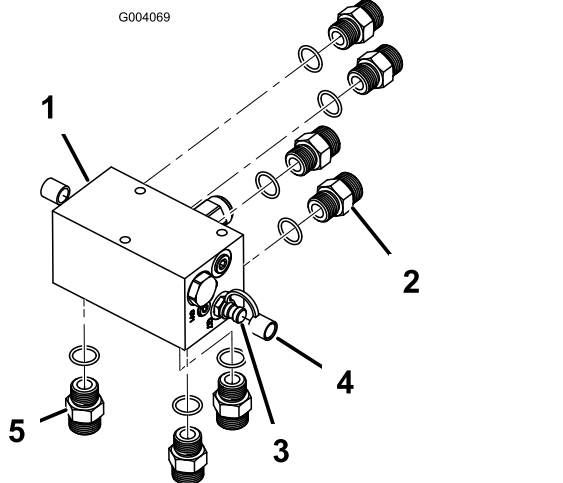

Figure 4
1. Posez les 4 raccords hydrauliques droits à l'arrière du collecteur (Figure 4). Serrez les raccords à un couple de 81 à 89 N·m.
2. Montez les 2 raccords de diagnostic de chaque côté du collecteur assortis des capuchons antipoussière (Figure 4). Serrez les raccords à un couple de 28 à 31 N·m.
3. Montez les 3 raccords hydrauliques droits au fond du collecteur (Figure 4). Serrez les raccords à un couple de 81 à 89 N·m.